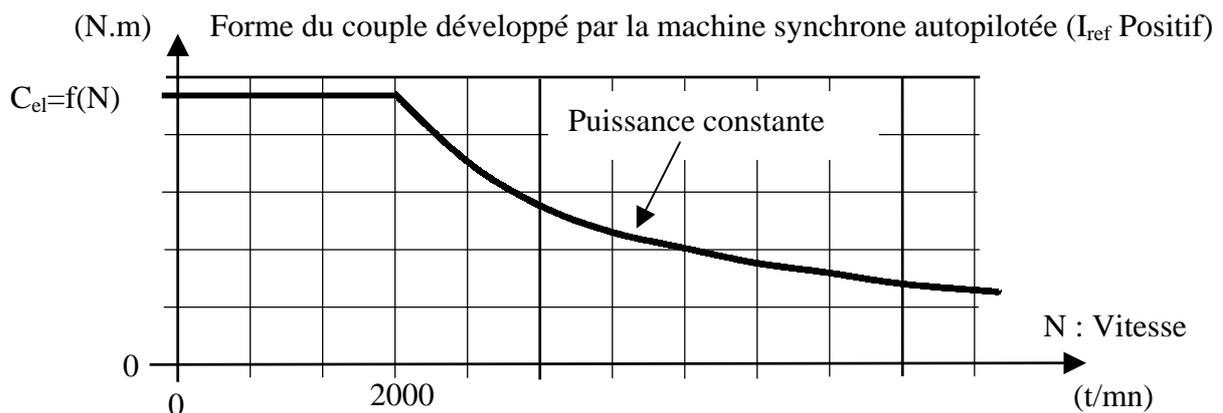

Figure F.5
Q.F.12. Selon la caractéristique du couple électromagnétique (C_{el}) de la **figure F.5**, pour une vitesse inférieure à 2000 t/mn, la commande est réglée pour obtenir des courants minimum dans les phases de la machine pour un couple donné. Quelles sont, dans ce cas, les amplitudes du courant $i_{d,ref}$ et de l'angle v_{ref} ?
Q.F.13. Selon la caractéristique du couple électromagnétique (C_{el}) de la **figure F.5**, pour une vitesse supérieure à 2000 t/mn, la commande est réglée pour obtenir des tensions minimum dans les phases de la machine pour un couple donné. Quels sont, dans ce cas, les signes du courant $i_{d,ref}$ et de l'angle v_{ref} ? Expliquer les réponses.